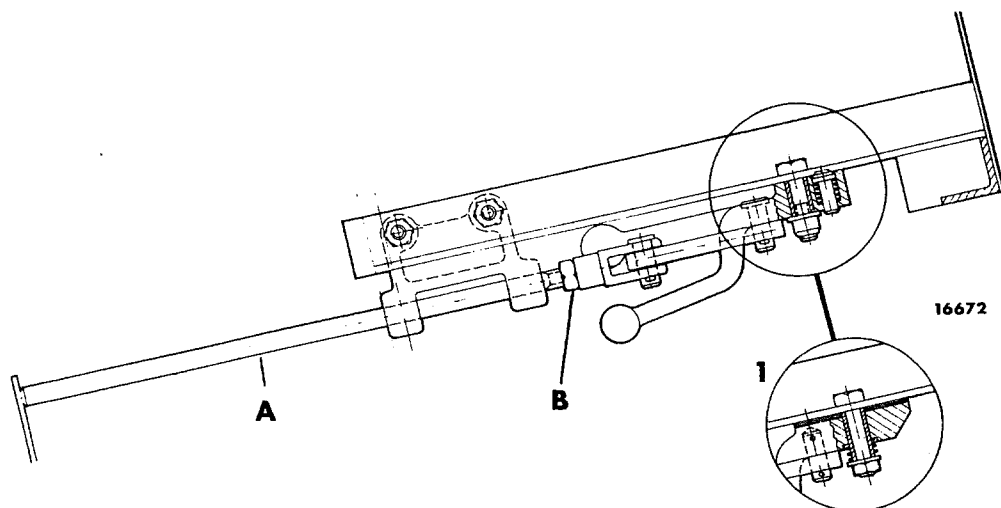

Fig 03–22. Handgasreglage
4. Ställ varvtalet inom angivet område genom att lossa låsmuttern "A" fig 03–22 och justera med tryckstången "B". Dra fast låsmuttern och kontrollera inställningen enligt punkt 2 och 3.